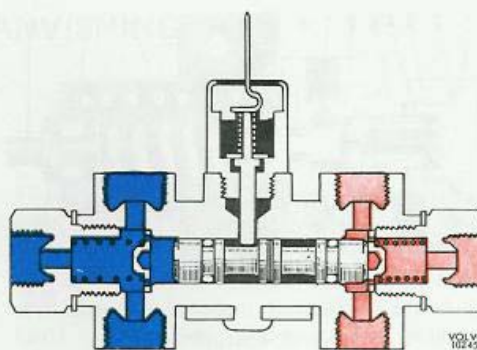

Bild 44. Varningsläge
Först när trycket i sekundärkretsen överstiger primärkretsens med cirka 10 kp/cm² har kolvarna pressats så långt åt höger att styrpinne (4) kan tryckas nedåt. Därvid når kontaktbrickan (2) huset (3) och strömkretsen sluts (bild 44). Görs kretsarna trycklösa hindrar styrpinne kolvarna att återgå till normalläge. Detta kan ske först sedan varningskontakten (3) skruvats ut.